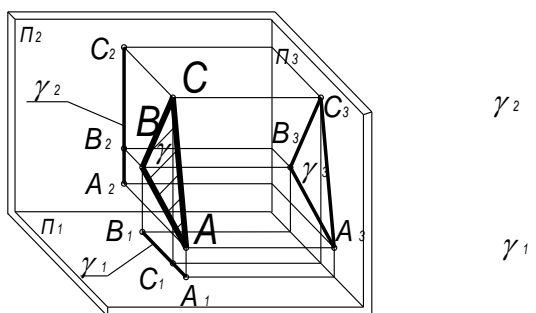

Рис. 8
3. *Профильная плоскость* или *плоскость профильного уровня* – это плоскость γ , параллельная профильной плоскости проекций Π_3 (рис. 8). На плоскость Π_3 она проецируется в натуральную величину, а на Π_1 и Π_2 вырождается в прямые γ_1 , γ_2 .